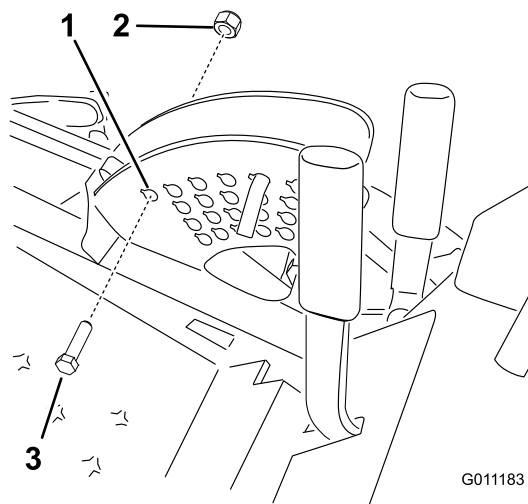

Figura 30
3. Abbassate il piatto di taglio del tosaerba e installate un bullone (1/2 x 2-1/2 poll.) e il dado (1/2 poll.) nel foro ad un'altezza di taglio di 152 mm (Figura 30). In tal modo eviterete di danneggiare la puleggia doppia quando sollevate il piatto di taglio.